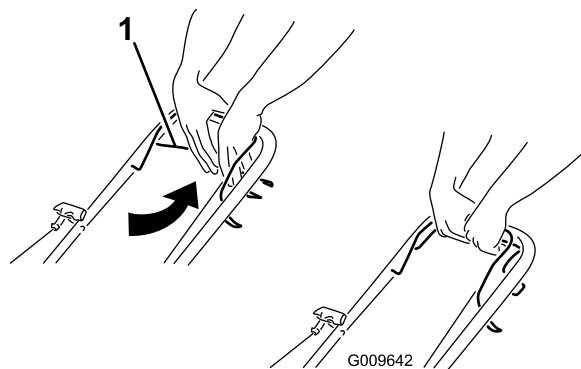

**Figura 11**
2. Tire del arrancador de retroceso (Figura 11).
**Nota:** Cuando tire del arrancador de retroceso, debe tirar suavemente hasta que note resistencia; luego tire con fuerza (Figura 11). Deje que la cuerda vuelva lentamente al manillar.